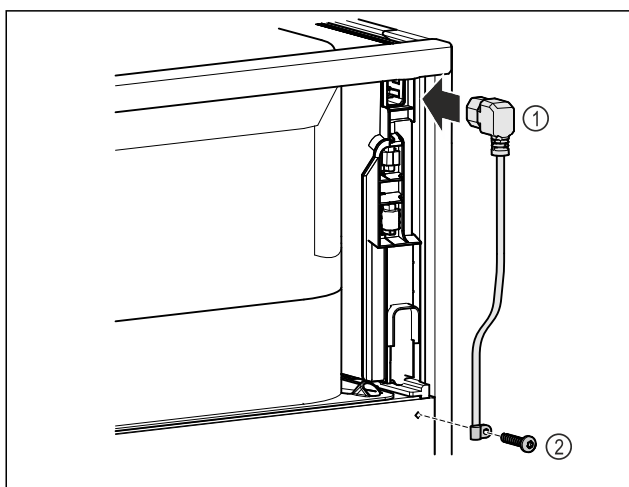

Fig. 7
- Inserire la presa del frigorifero del cavo di alimentazione Fig. 7 (1) sul retro dell'apparecchiatura.
- Montare il serracavo. Fig. 7 (2)